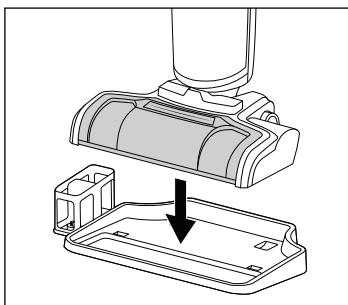

Fig. 45
- ♦ Trasportare l'apparecchio solo dalla maniglia di trasporto ❶❹.
- ♦ Per conservare l'apparecchio collocarlo sulla base ❹ della stazione di parcheggio e pulizia (vedere fig. 45).